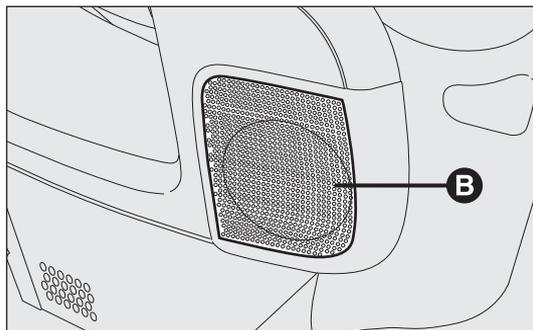

Abb. 138
- 2 Mid-Woofers-Lautsprecher B auf den Vordertüren (Durchmesser 165 mm, mit einer Höchstleistung von je 40 W) Abb. 138;